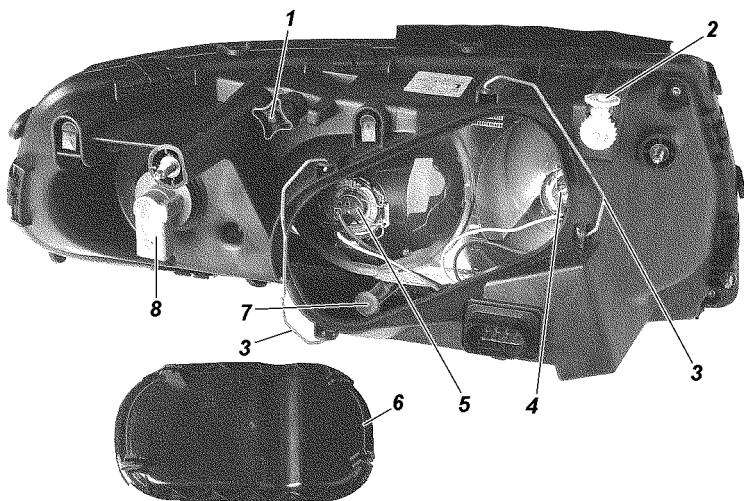

Рис. 14.8. Фара:
3. Включите ближний свет фар и, поочередно закрывая каждую фару, вращением регулировочного винта 1 (рис. 14.8) и регулировочной шестерни 2 добейтесь, чтобы светотеневая граница слева от точек Е и Е' совпадала с линией 1, а справа - с линиями 2 и 2' для левой и правой фар соответственно. Точки перелома светотеневой границы должны совпадать с точками Е и Е'.
Замена ламп фар. Для замены лампы указателей поворота снимите колодку с патрона 8 (см. рис. 14.8), поверните патрон по часовой стрелке (для правой фары) или против часовой стрелки (для левой фары) и выньте патрон в сборе с лампой.